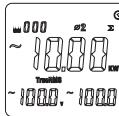

图8-4
- 若需要测量三相总功率，需按“ Σ ”键，如图8-4，将第二相位的当前测量值进行功率求和存贮。